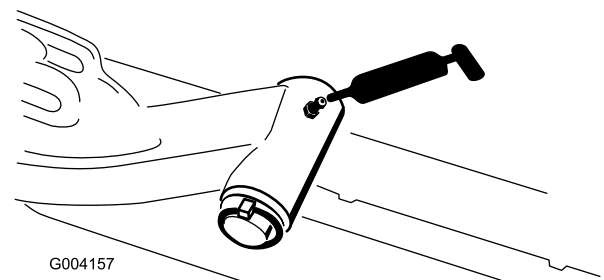

図 56
- ・ 昇降アームのピボット（各アームに1ヶ所）（図 56）